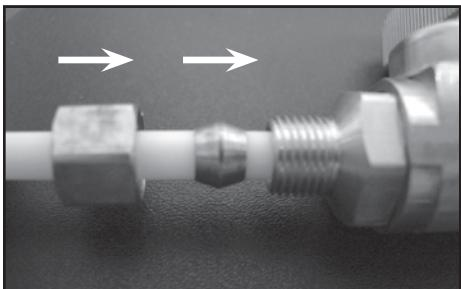
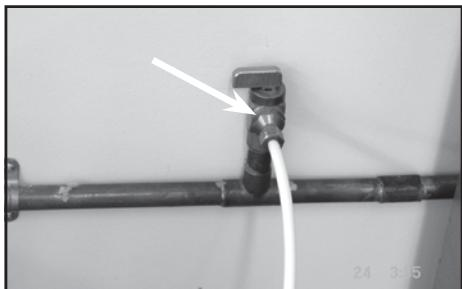

Fig. 4
Fig. 5
Introduisez la conduite d'eau dans le robinet aussi loin que possible (voir la Fig. 4), faites glisser l'écrou et la bague de compression en direction du robinet et resserrez ensuite fermement l'écrou à l'aide d'une clé. **ATTENTION : NE PAS SERRER AVEC EXCÈS.** (Voir la Fig. 5)
10. Pour déconnecter (retirer) la conduite d'eau du robinet d'arrêt, vous devez d'abord enlever le clip en c de blocage bleu (voir la Fig. 4) en tirant dessus vers l'avant.
- Pour déconnecter (retirer) les conduites d'eau de la tête du filtre, vous devez d'abord enlever le clip en c de blocage (bleu) (voir la Fig. 4) en tirant dessus vers l'avant.